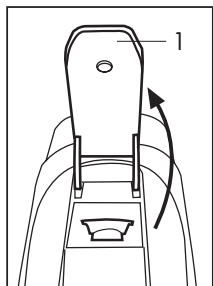
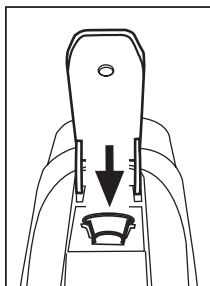

Fig. 8
Fig. 9
- Soulever complètement le levier de commande (1) (Fig. 8) et introduire une capsule dans le logement prévu à cet effet (Fig. 9)